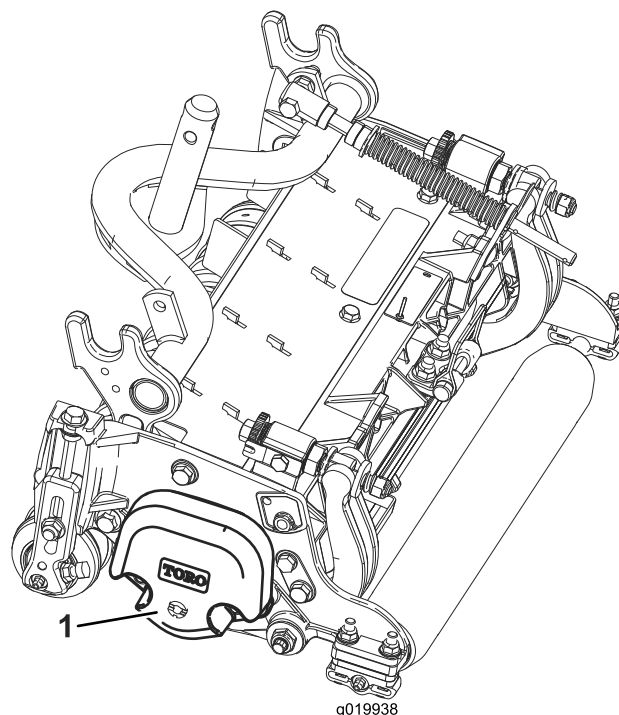

Figure 3
5. Veillez à monter le contrepoids (Figure 3) du bon côté de l'unité de coupe, comme expliqué dans le *Manuel de l'utilisateur* de l'unité de coupe.